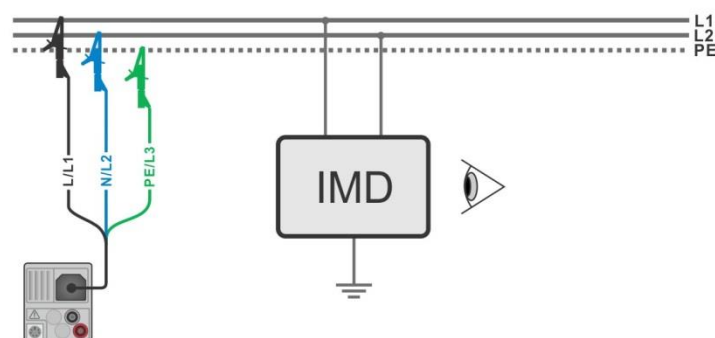

Abbildung 8.13: AUTO IT Messung
- › Schließen Sie die Prüfleitungen am Prüfling an, siehe **Abbildung 8.13**.